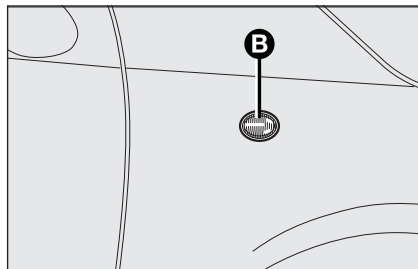

fig. 23
- ☐ fare leva nel punto indicato dalla freccia, in modo da comprimere la molletta di fissaggio ed estrarre il gruppo **B**-fig. 23;